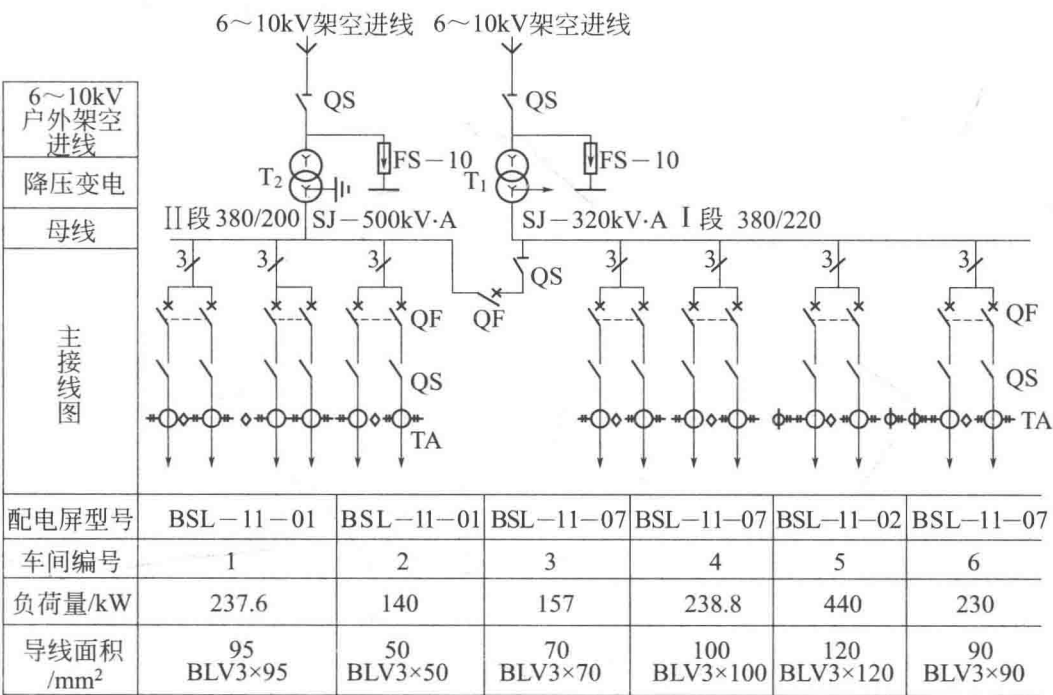

图 1-5 某厂电力系统一次电路
① 电力系统电路图 如图 1-5 所示某厂电力系统一次电路图。